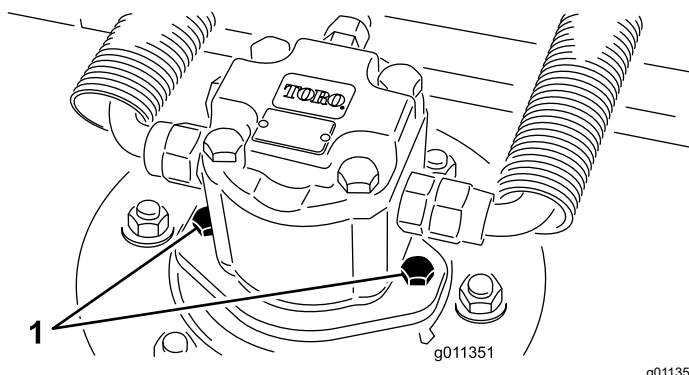

Figura 86
2. Desconecte y retire el motor hidráulico de la unidad de corte (Figura 86). Tape la parte superior del eje para evitar la contaminación.
3. Instale el motor hidráulico en la unidad de corte (Figura 86). Asegúrese de que la junta tórica está correctamente colocada y que no está dañada.